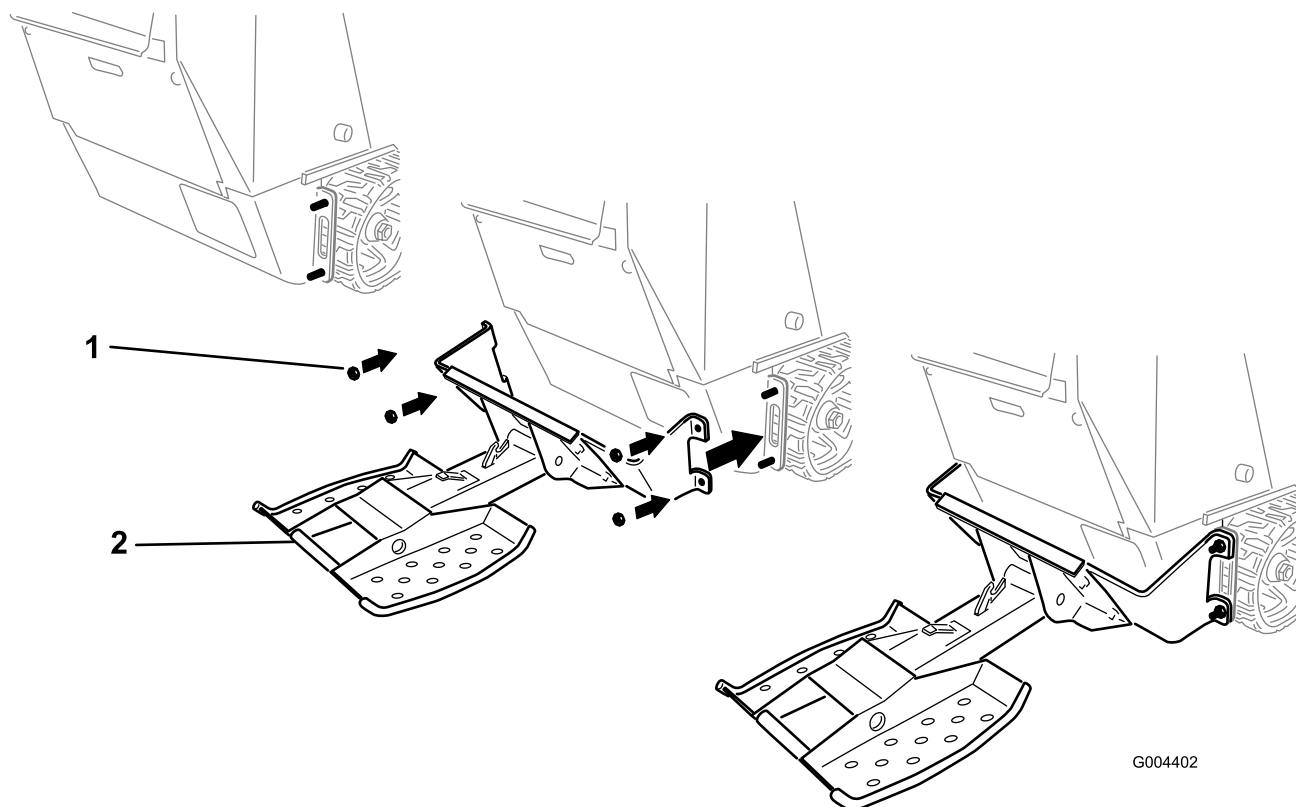

Figura 5
5. Instale los soportes de montaje sobre los 4 pernos que insertó en el panel trasero, y sujételos con 4 tuercas ($\frac{1}{2}$ "), como se muestra en la Figura 5.